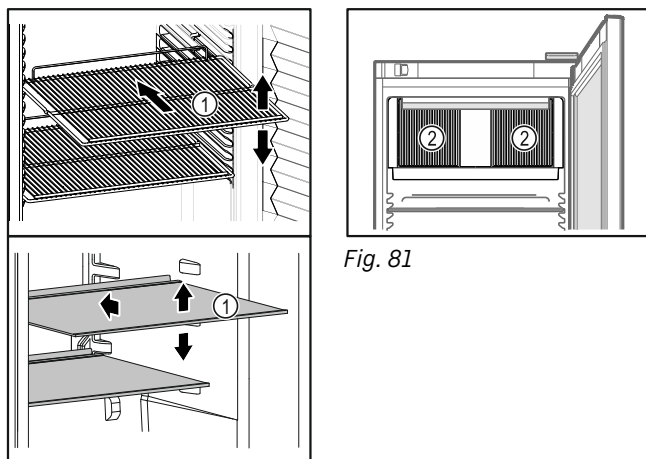

Fig. 80 Immagine a titolo di esempio
- ❑ Se i ripiani Fig. 80 (1) sono spostati, adattare i ripiani in base all'altezza.